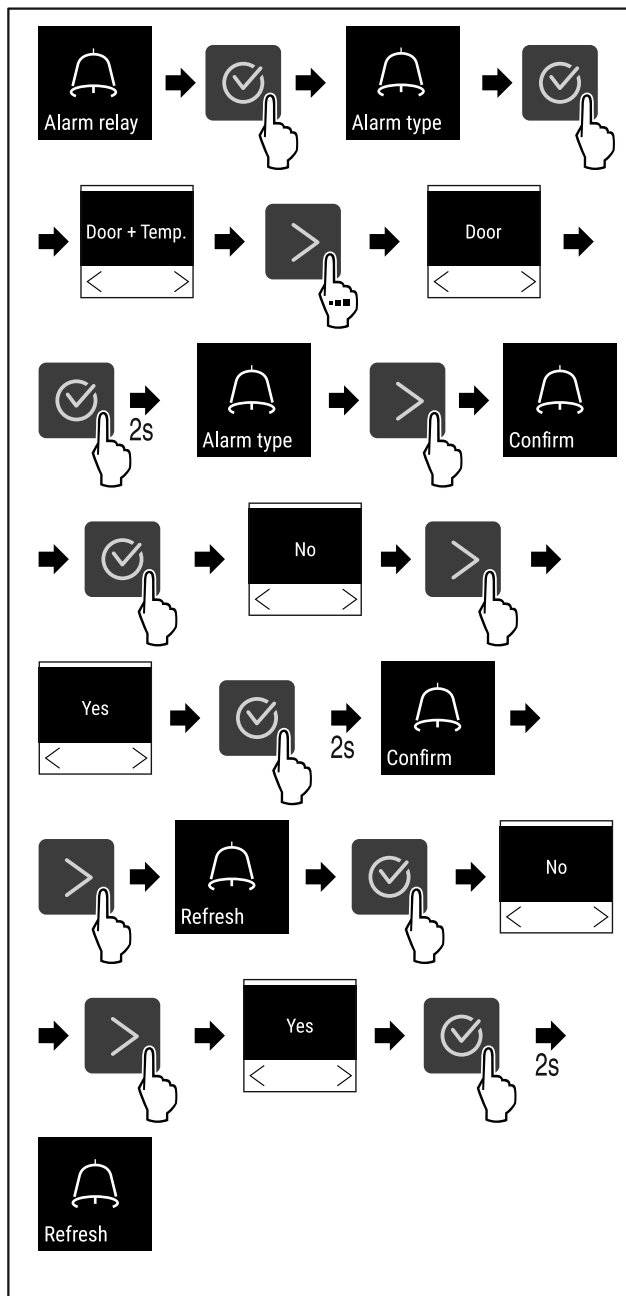

Fig. 114
- ▶ Eseguire i passi (vedere Fig. 114).